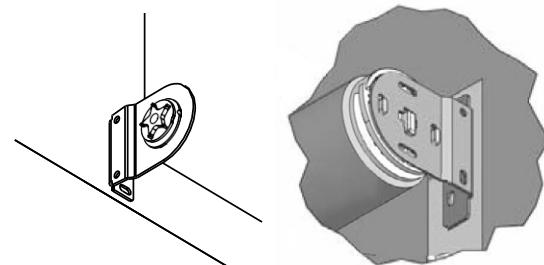

Рис. 10. Установка правого изделия
4. Вставить заглушки со звездой в соединительные кронштейны (Рис. 10).
5. Установить изделие с управлением сначала в соединительный кронштейн, а затем в боковой кронштейн так, чтобы крючок на торце был направлен вертикально вниз (Рис. 10).